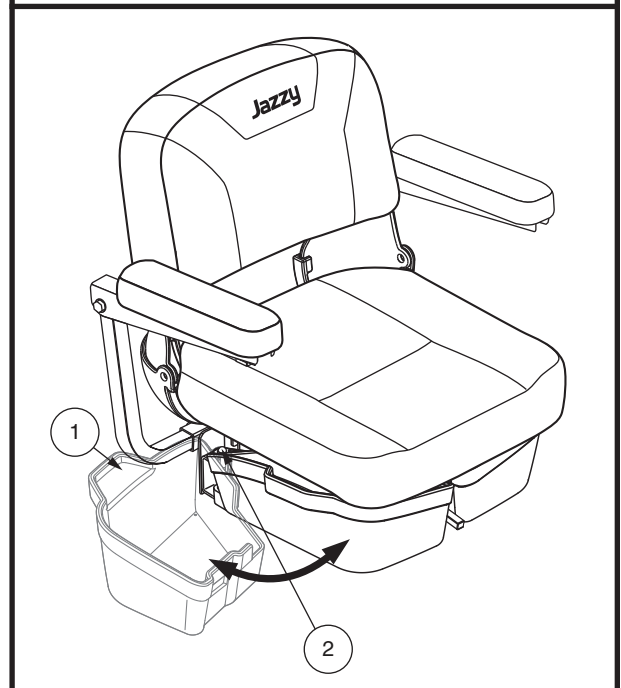

Figure 32. Almacenamiento debajo del asiento
1. Levante levemente el cerrojo en el costado del cubo de almacenamiento debajo del asiento (fig. 32) y gire el cubo de almacenamiento debajo del asiento hacia fuera de la Travel Scooter.
1. Levante levemente el cerrojo al costado del cubo de almacenamiento debajo del asiento (fig. 32) y gire el cubo de almacenamiento debajo del asiento hacia fuera de la Travel Scooter de viaje hasta que esté completamente abierto.
7. Si está equipado, instale el almacenamiento bajo el asiento (**fig. 32**).